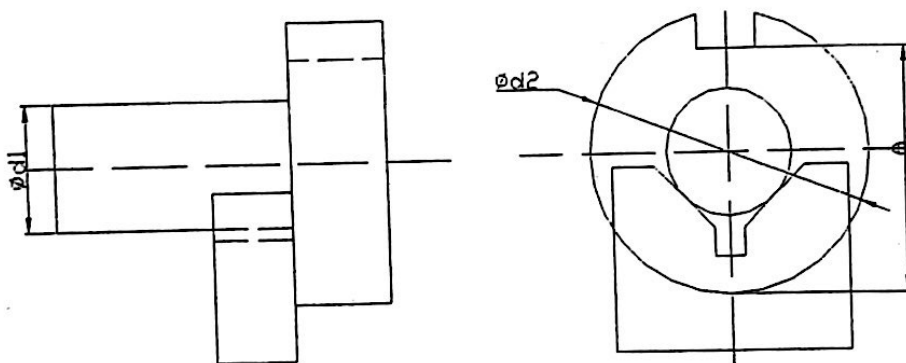

图 1
1. 如图 1 所示零件及定位方案, 已知 $d_1 = \phi 25_{-0.021}^0$, $d_2 = \phi 40_{-0.025}^0$